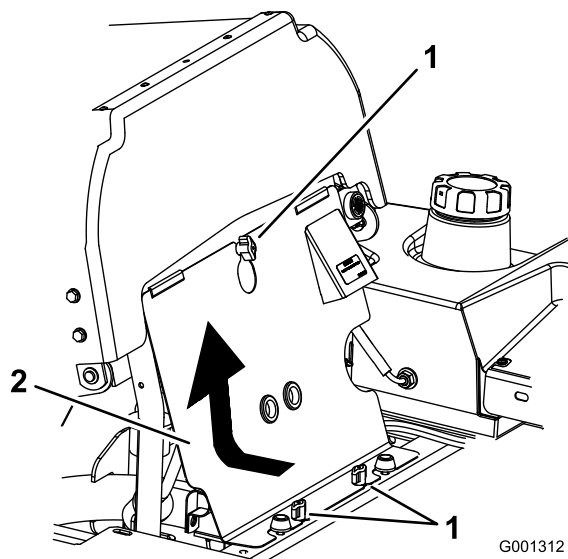

Figure 58
3. Desserrez les boutons du panneau du moteur et déposez le panneau (Figure 58).